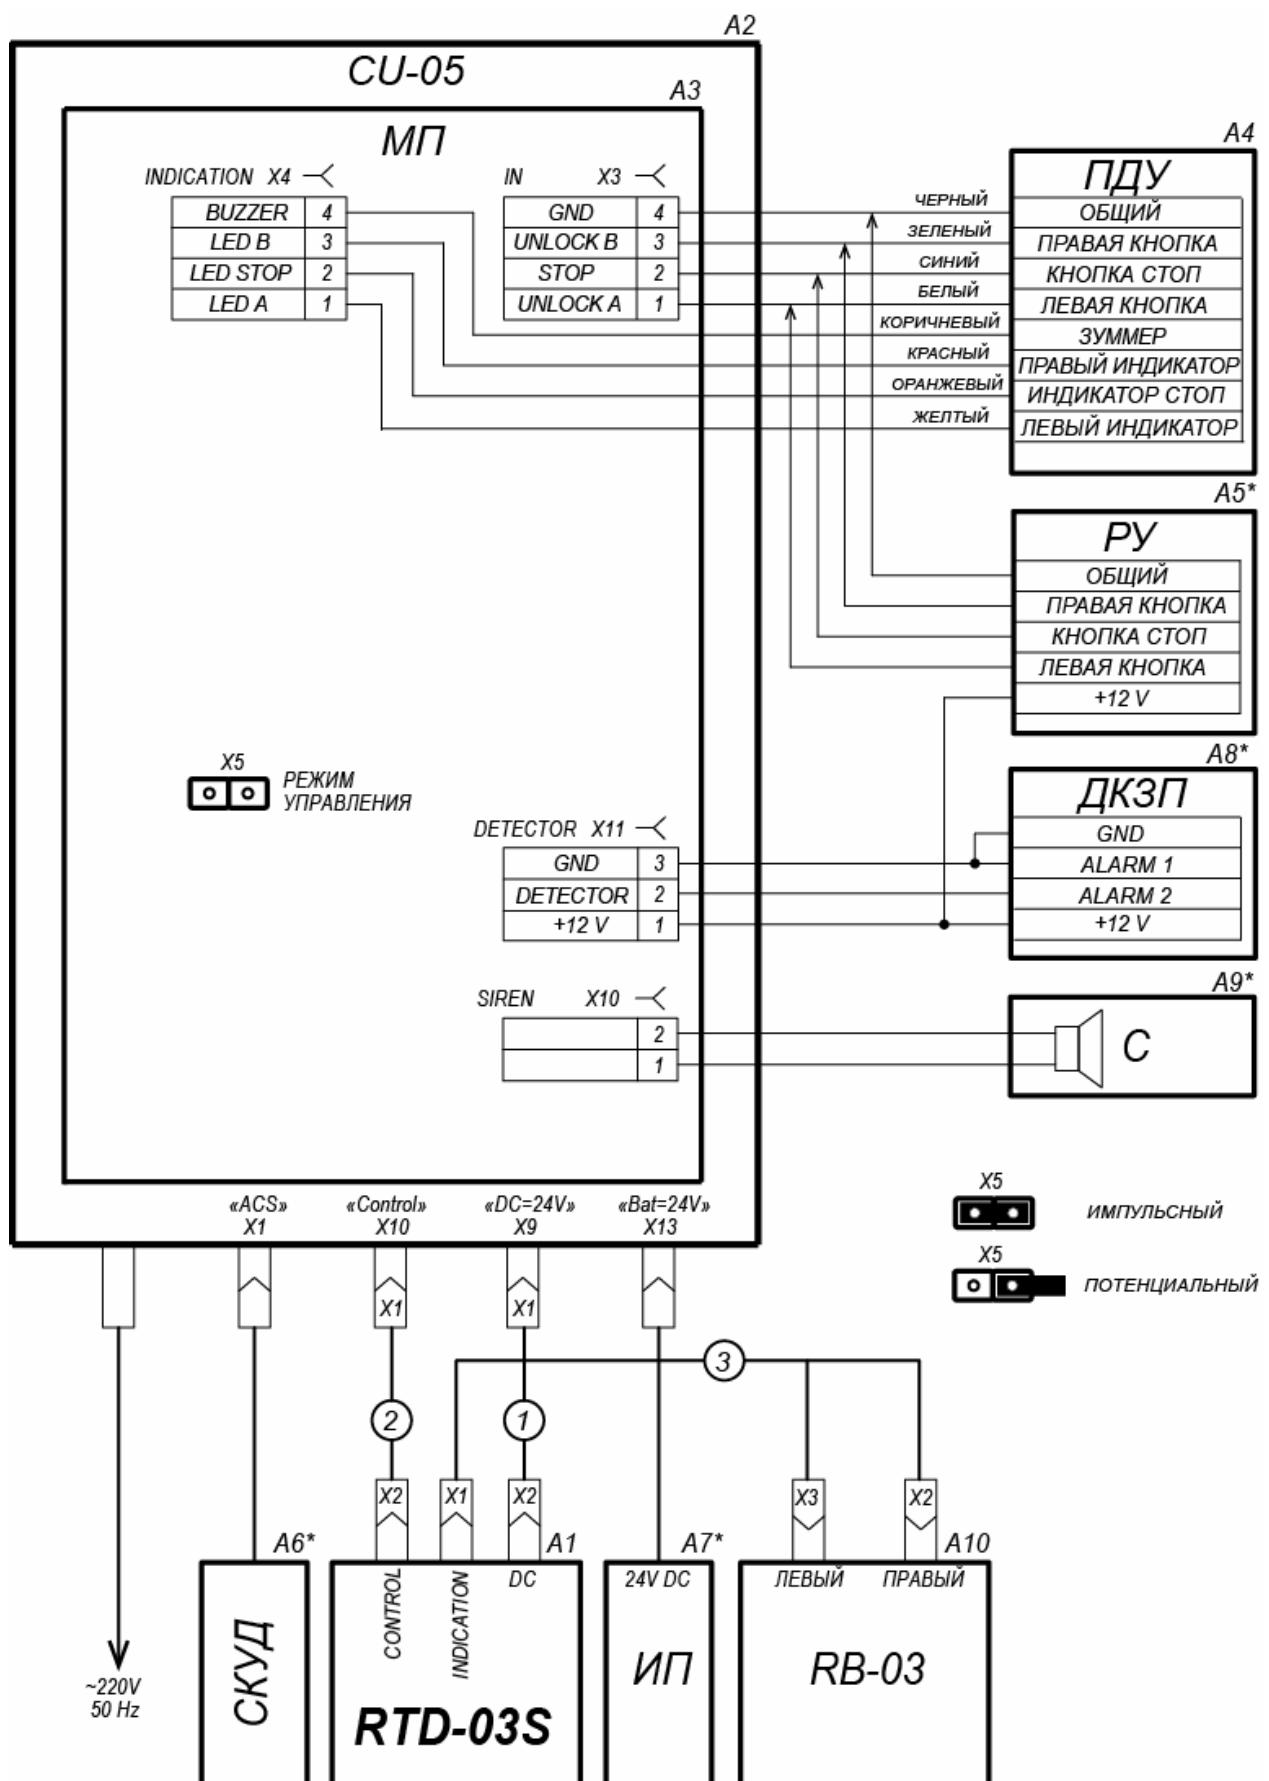

Рисунок 11. Схема электрическая соединений
3. Подготовьте в полу кабельные каналы для прокладки кабеля управления (10) и кабеля питания (11) и отверстия под анкеры PFG IH 10 для крепления стойки турникета (3 отв. Ø16×60 мм). Установите гильзы анкеров в выполненные отверстия так, чтобы они не выступали над поверхностью пола.
4. Извлеките из транспортировочного ящика и по кабельным каналам проложите от места установки БУ (8) кабели управления (10) и питания (11) к месту установки стойки турникета.
5. Извлеките из транспортировочного ящика стойку турникета и положите ее на заранее подготовленную устойчивую подставку. Подключите кабели управления (10) и питания
(11) к соответствующим разъемам, расположенным на блоке кабельных разъемов (16) внутри стойки с фланцем (2) в соответствии со схемой электрической соединений (см. рис. 11). Для этого необходимо извлечь блок кабельных разъемов (16), из стойки с фланцем (см. рис. 2). После подключения кабелей установите блок кабельных разъемов (16) внутрь стойки с фланцем (2) на высоту, обеспечивающую возможность дальнейшего монтажа. Установите стойку турникета в вертикальное положение.